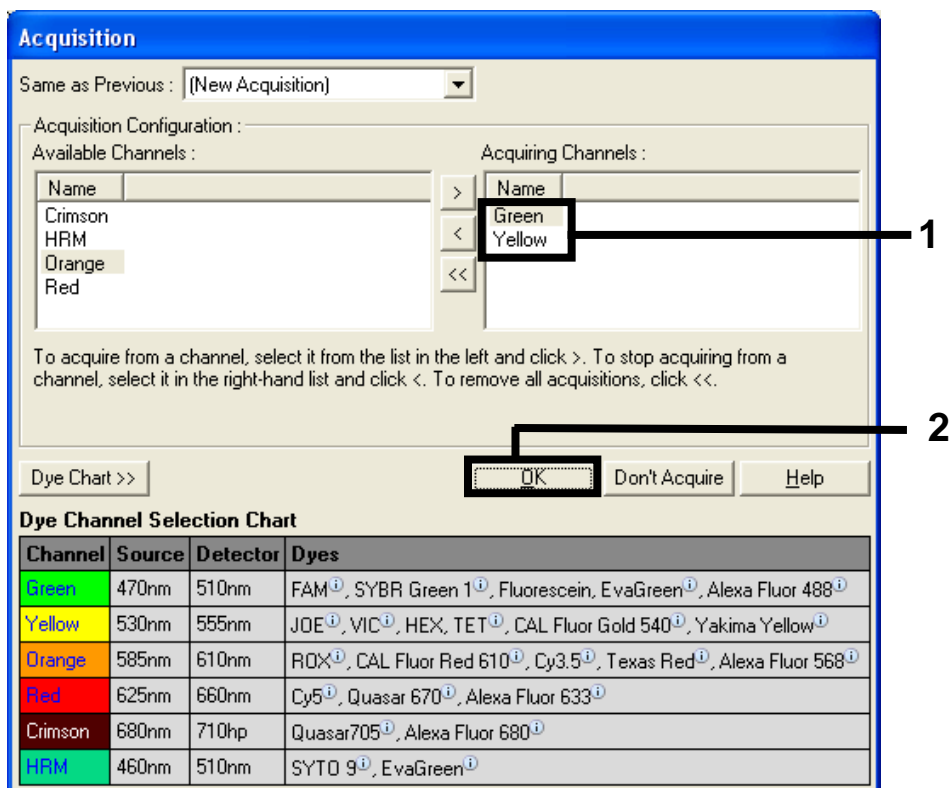

Figura 28. Adquisición en el paso de ciclado a 60 °C.
10. En la lista Available Channels (Canales disponibles), seleccione Green y Yellow y, luego, haga clic en > para desplazarlos a la lista Acquiring Channels (Canales de adquisición). Haga clic en OK (Aceptar) (figura 28).